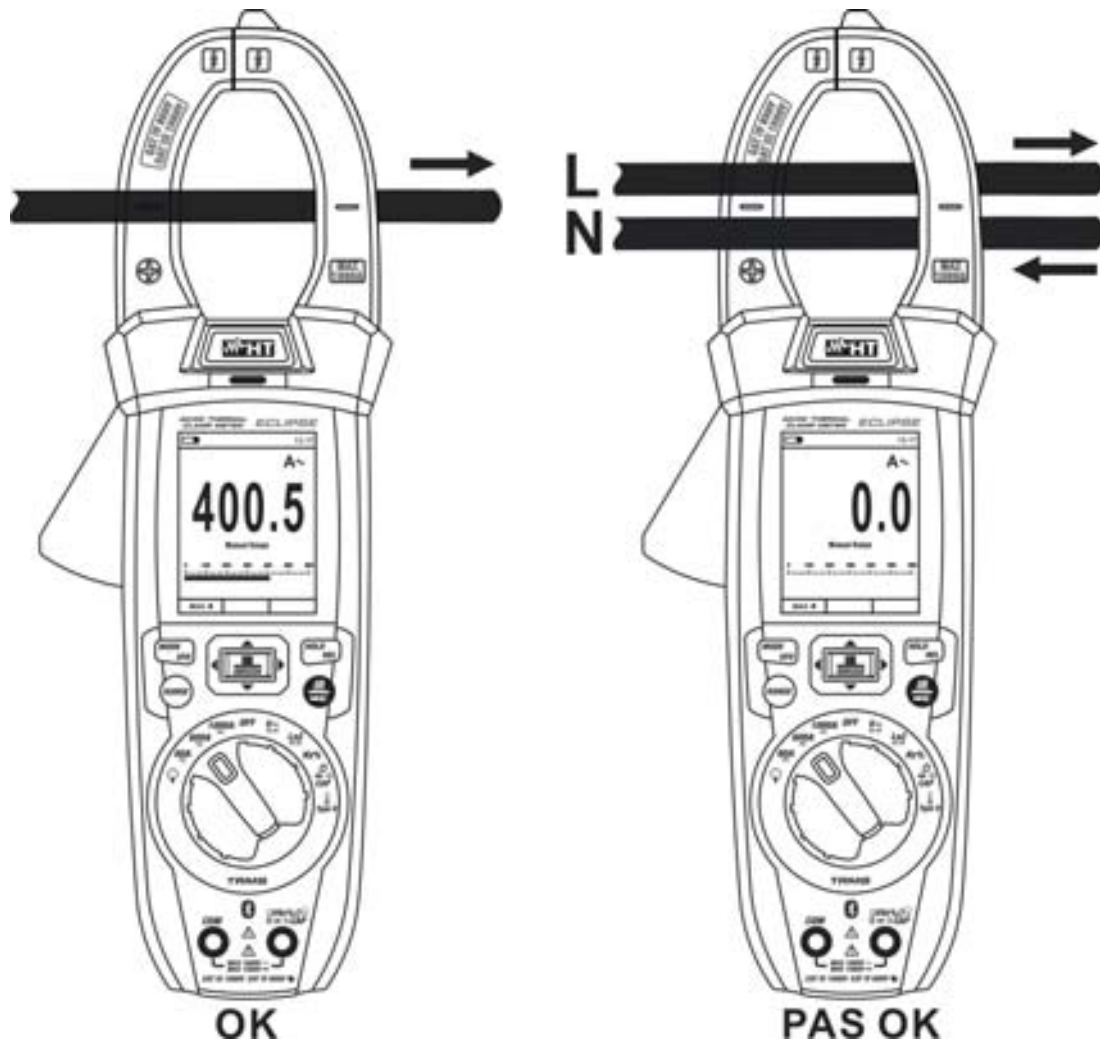

Fig. 32: Utilisation de l'instrument pour la mesure de Courant CA
3. Insérer le câble dans le tore à son centre (voir Fig. 32 – partie gauche) afin d'obtenir des mesures précises. Utiliser les marques en guise de référence (voir Fig. 3)